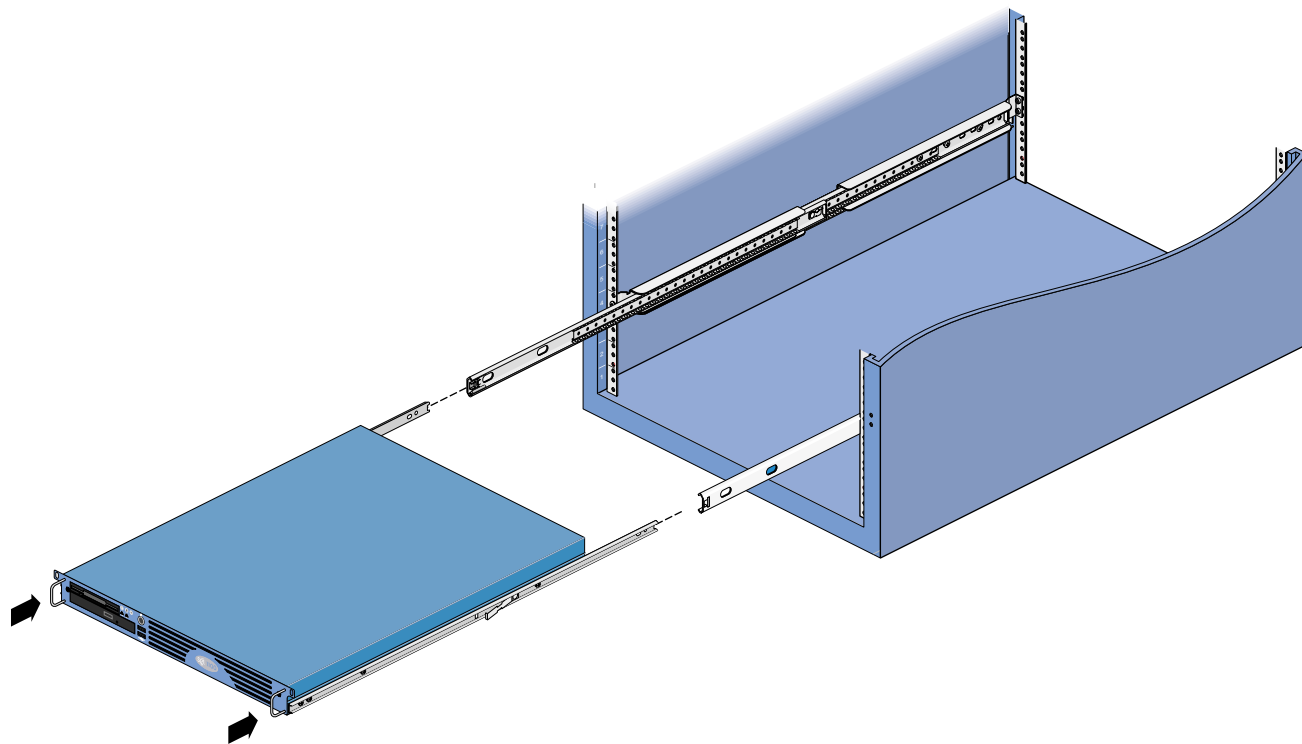

图 2-10 将底盘滑到机架杆上
2. 将SGI 1100服务器在拉伸了的滑槽上充分滑入（详细情形见图2-10）。在完全插入底盘时，两边的滑槽会“咔嗒”一声锁定到位。